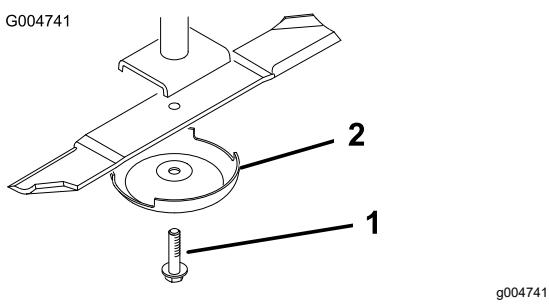

図 6
8. ブレード、芝削り防止カップ、ブレードボルトを取り付ける図 6